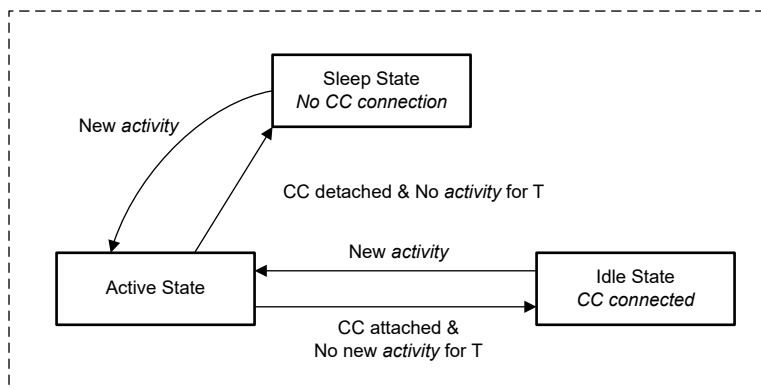

図 8-37. 電力状態のフロー図
TPS26742-Q1 は、以下の 4 つの異なる電源状態のいずれかで動作します。アクティブ、アイドル、スリープ、シャットダウン。表 8-9 に、各状態で使用できる機能の概要を示します。デバイスは、アクティブで必要な回路に基づいて電力状態間を自動的に遷移します。図 8-37 を参照してください。スリープ状態では、TPS26742-Q1 は Type-C 接続またはアクティブ状態への移行を必要とする他のアクティビティを検出します (液体検出アクション)。アクティブ モードからアイドル モードに移行するには、以下のアクティビティがない期間 (T) が必要です。